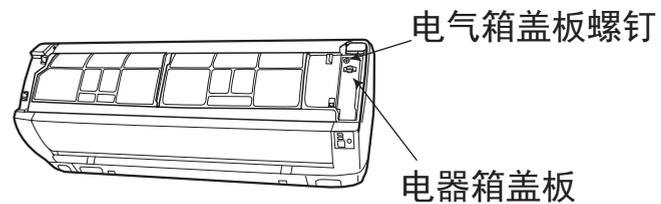

图14-2
### (2) 打开面板，拧下电气箱盖板固定螺钉，取下电气箱盖板。（如图14-2）
- 连接电缆连接结束后，用螺钉将电气箱盖板固定（如图14-2）。
- 然后用手将面框右下角风室下盖板 ①、② 处的勾子沿箭头相反方向推紧，装上风室下盖板，然后关上面板。